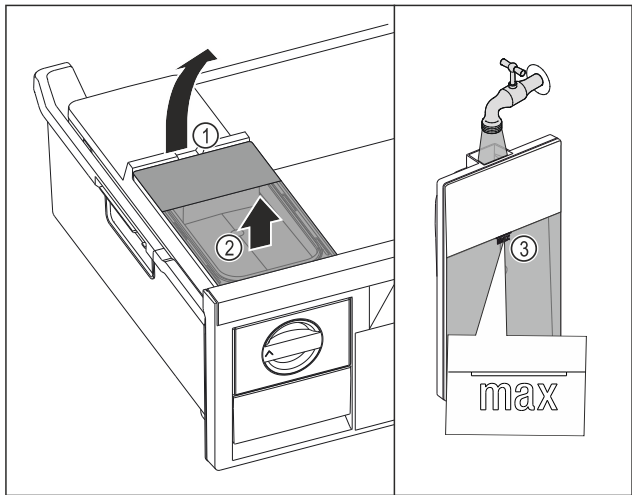

Fig. 138
- Sollevare il serbatoio dell'acqua dalla cavità Fig. 138 (1).
- Rimuovere il serbatoio dell'acqua estraendolo verso l'alto. *Fig. 138 (2)*
- Riempire il serbatoio dell'acqua con acqua potabile fino al contrassegno *Fig. 138 (3)*.